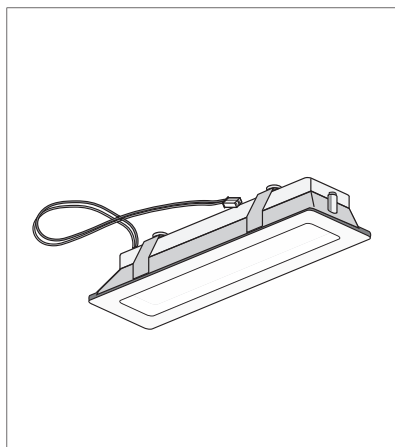

Fig.9
• **Sostituzione delle lampade LED (Fig.9):**